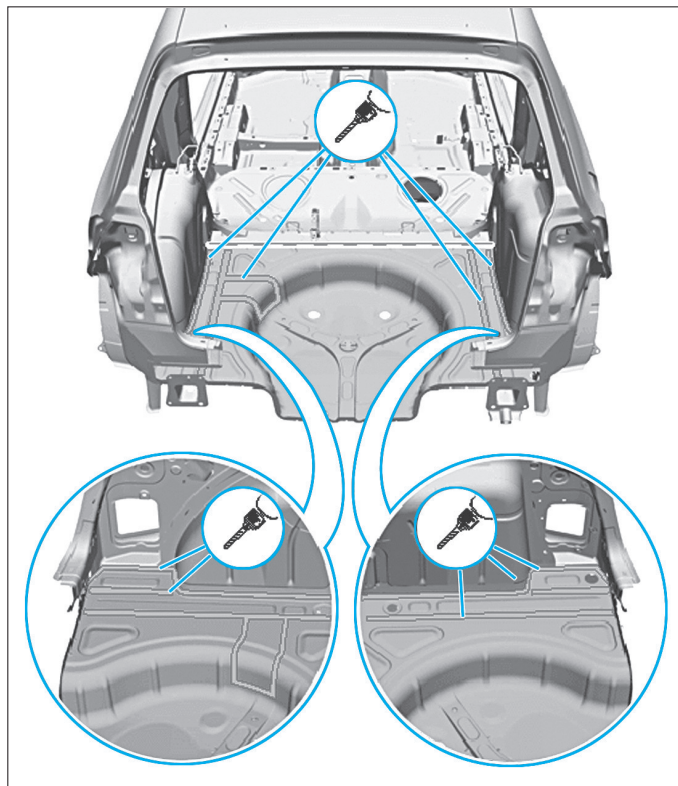

FIG. 155
- Procéder à la découpe de la tôle avant de plancher suivant la ligne (Fig.155).